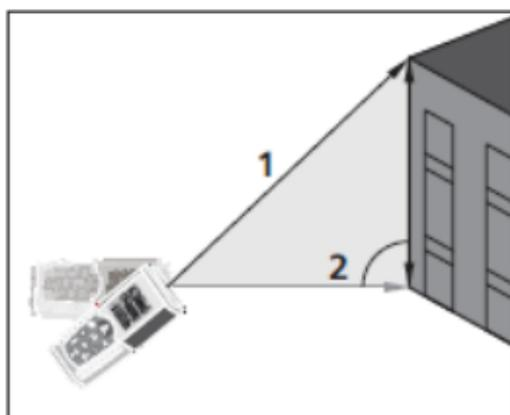

Fig. 7: Execução da medição Indireta com 2 pontos
3. Colocar o instrumento no ponto mais alto (1) da medição (ver Fig. 7) e premir o botão
- Colocar o instrumento na posição mais horizontal possível (2) da medição (ver Fig. 7) e premir o botão para efetuar a medição. O resultado é apresentado no segundo display parcial
- O valor final do resultado (obtido como  $\sqrt{(1)^2 - (2)^2}$ ) é apresentado no display resultante